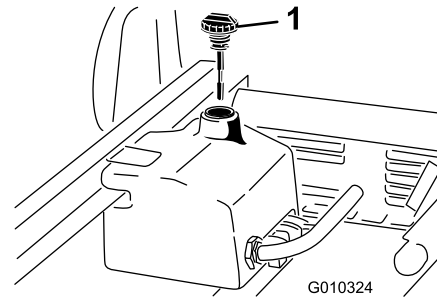

Figura 72
4. Pulite la zona intorno al collo del bocchettone e il tappo del serbatoio idraulico (Figura 72).
6. Togliete l'asta di livello (Figura 72) dal collo del bocchettone e pulitela strofinando con un panno pulito.